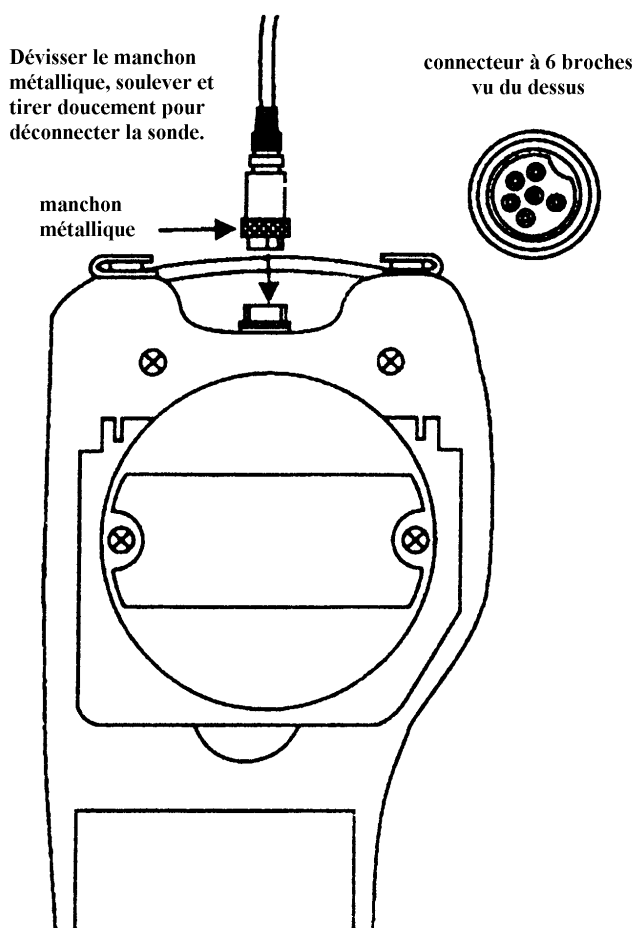

Figure 4 - Connexion de la sonde
1. Aligner l'encoche et les 6 broches du connecteur de la sonde avec les trous dans le connecteur en haut du multi-paramètre. Enfoncer et visser le manchon métallique pour bloquer le connecteur de la sonde en position. Voir figure 4.